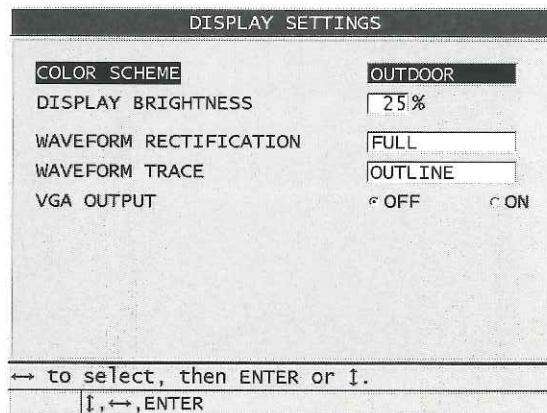

図 4-3 DISPLAY SETTINGS (表示設定) 画面
2. **DISPLAY SETTINGS** (表示設定) 画面 (48 ページ図 4-3 参照) で、希望のパラメータおよび以下のパラメータの値を選択します。